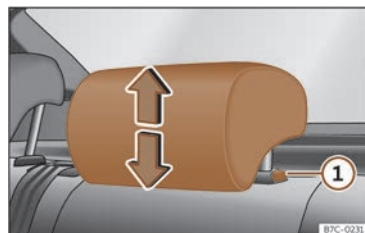

Abb. 89 Kopfstütze hinten: Kopfstützeneinstellung.
- Fassen Sie die Kopfstütze seitlich mit beiden Händen und schieben Sie sie nach oben, bis sie in der gewünschten Position einrastet. Gehen Sie zum Absenken auf gleiche Weise vor und drücken Sie die seitliche Taste ① >>> (Abb. 89).